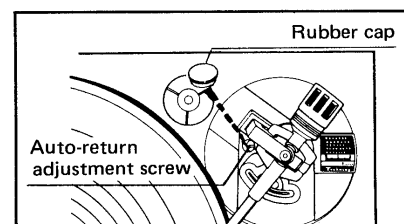

Fig. 14
• Adjustment of automatic return position (Fig. 14)
● Justierung des Abschaltpunktes der Automatik (Abb. 14)
● Mise au point de la position de retour automatique (Fig. 14)
● Ajuste de la posición para retorno automático (Fig. 14)